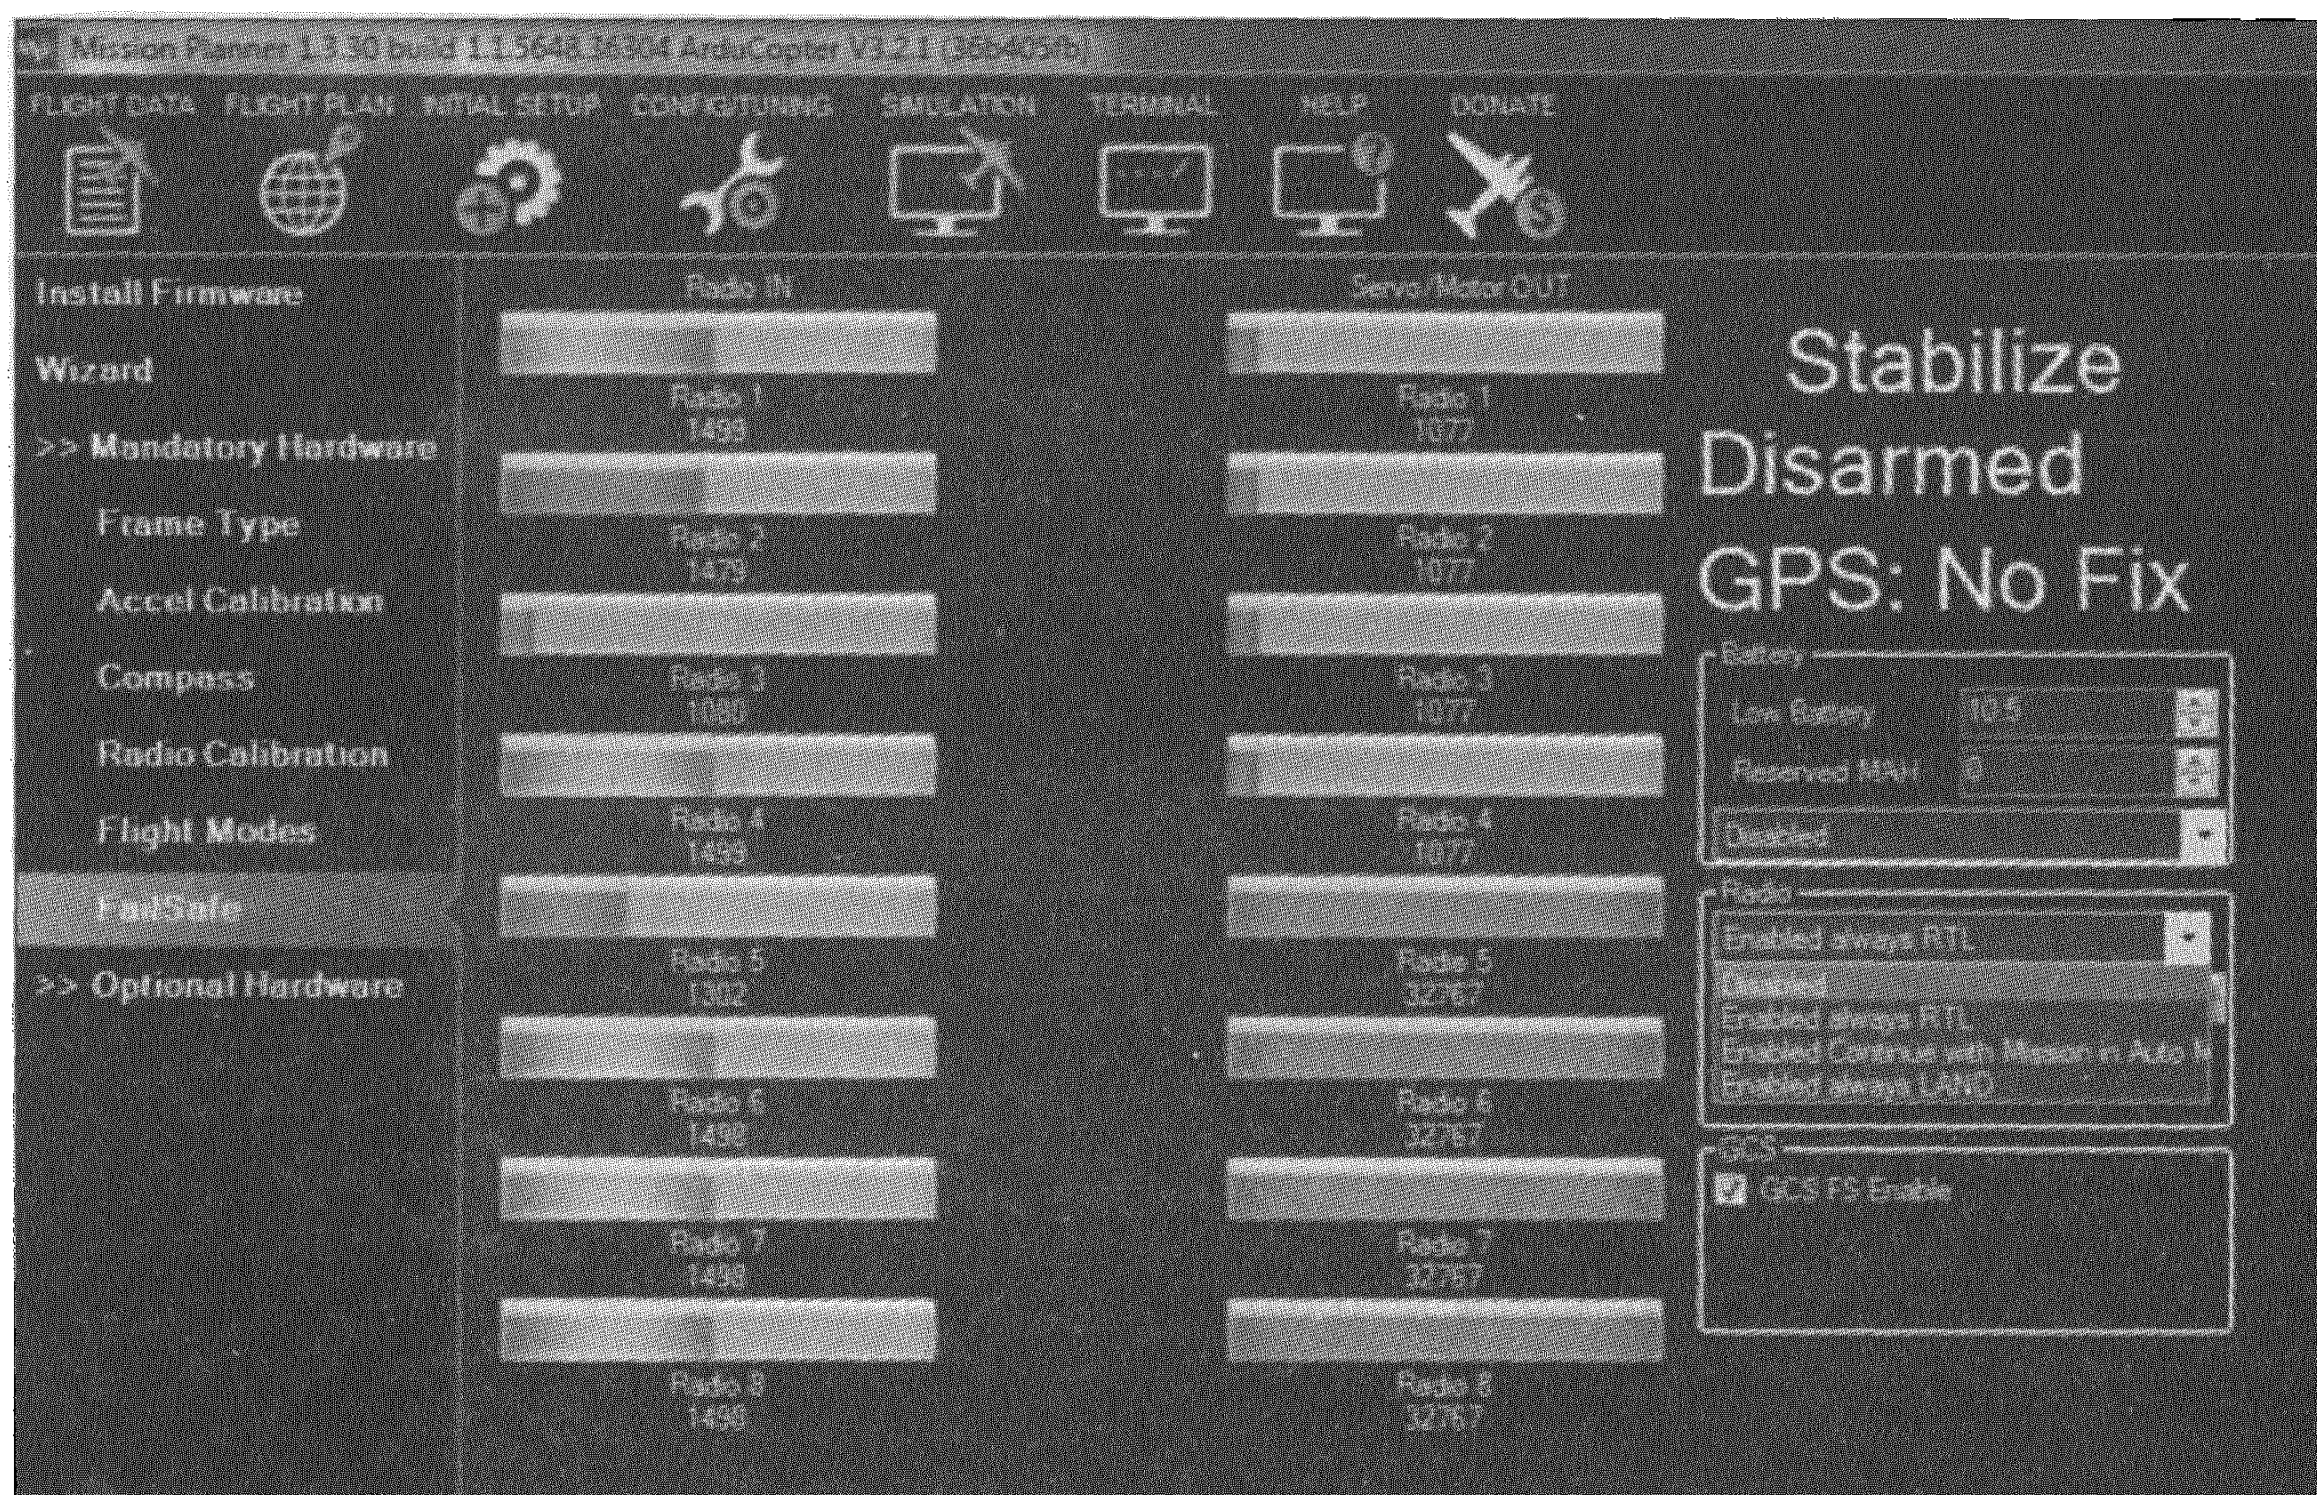

Рис. 9.18. Опции настроек Radio
3. В группе **Radio**, расположенной ниже, выберите желаемое действие из ниспадающего списка (рис. 9.18). Это выбор укажет бортовому контроллеру, что делать, если радиосигнал пропадет на некоторое время (по данным APM). Теперь введите в текстовое поле значение 975. Это укажет контроллеру минимально допустимый уровень радиосигнала¹, ниже которого следует включить режим **RTH**. Для настройки режима **Radio** в команде **FailSafe** доступны следующие опции: